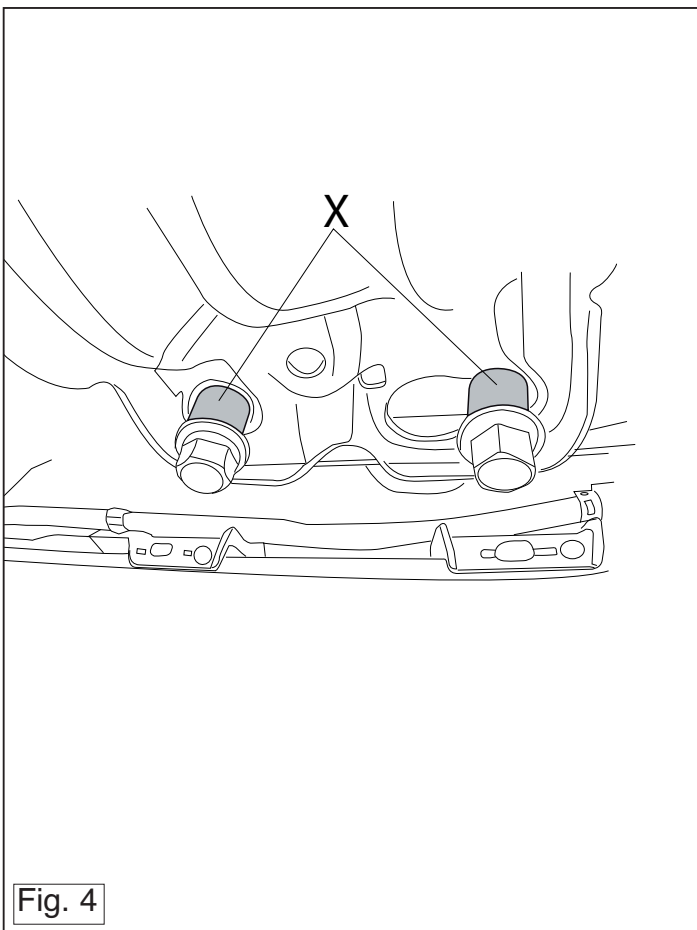

Fig. 4
14. Move the spare wheel. (See fig. 4)
14. Das Ersatzrad montieren. (Siehe Abb. 4).